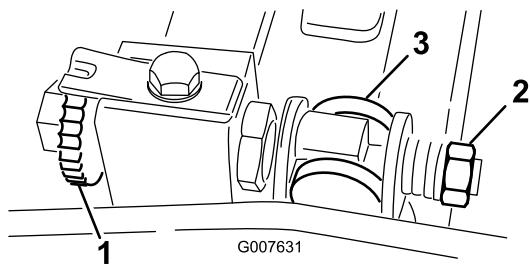

Figura 55
- Rode o parafuso de ajuste da barra de apoio no sentido contrário ao dos ponteiros do relógio, para afastar lâmina de corte do cilindro (Figura 55).
- Faça recuar a porca da mola tensora até que a anilha deixe de estar sob tensão contra a barra de apoio (Figura 55).